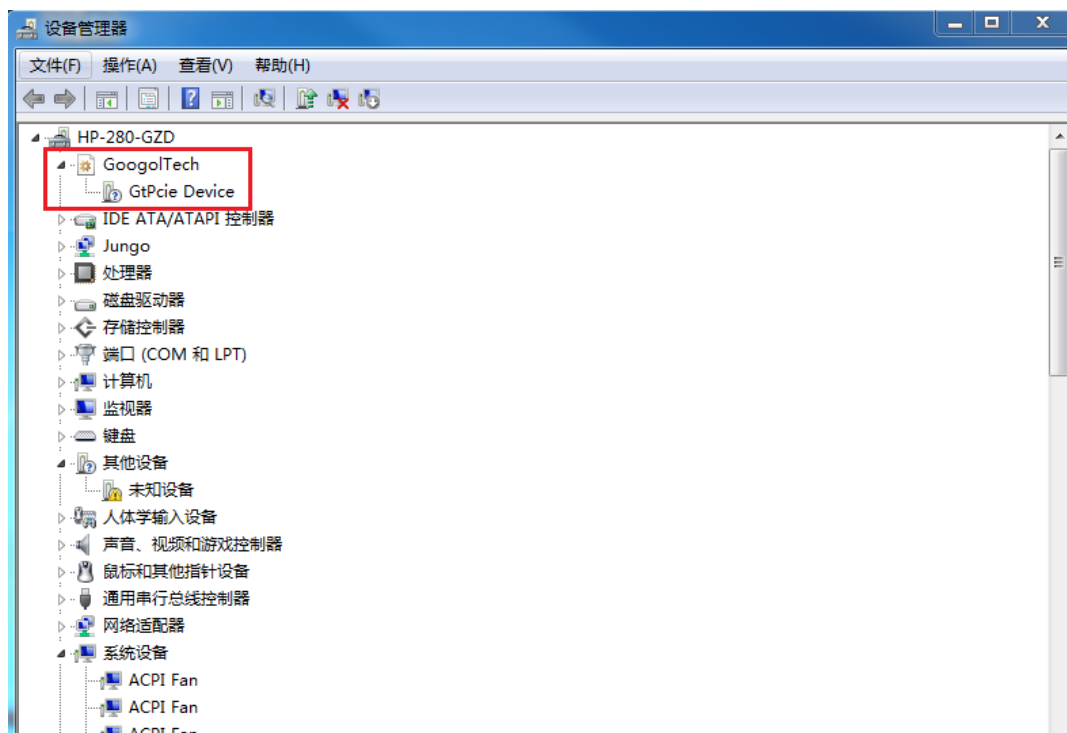

图 2-7 控制器驱动程序安装界面 7
(8) 安装成功后,打开设备管理器,可以看到驱动已经安装成功,如图 2-7 所示。